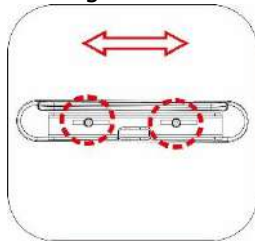

Figura 5-61
- Para ajustar toda la almohadilla en profundidad, use una llave Allen número 3 para aflojar el tornillo que lo fija a la estructura del reposabrazos. El rango total de ajustes es de 5 cm en incrementos de 2.5 cm. (Figura 5-61).